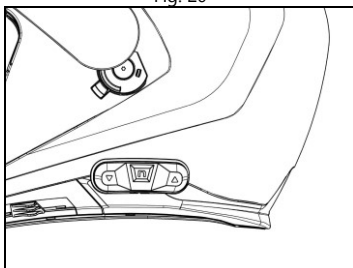

Fig. 22
- O posicionamento correto do teclado é mostrado na Fig. 22.